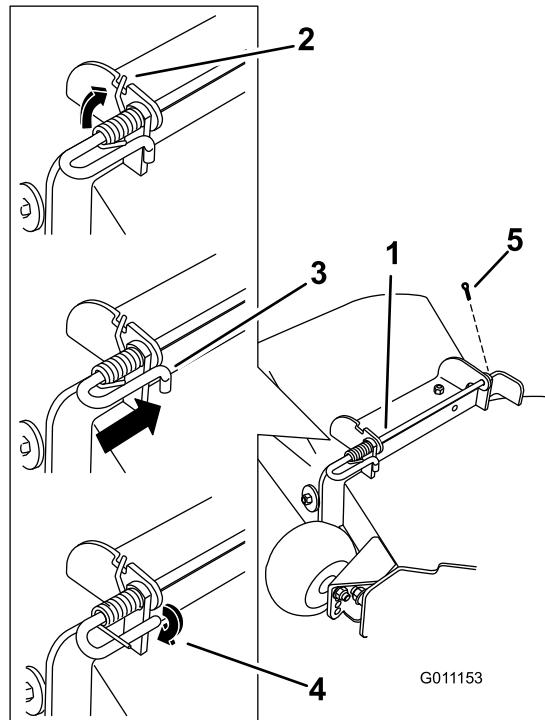

Figura 71
- 5. Sollevate l'estremità lunga della molla e inseritela nella tacca presente sulla staffa del gruppo deflettore (Figura 71).
- 6. Fissate il gruppo costituito dall'asta e dalla molla ruotandolo in modo tale da collocare l'estremità corta dell'asta dietro la staffa anteriore saldata al piatto di taglio (Figura 71).
- 7. Montate la coppiglia (Figura 71).